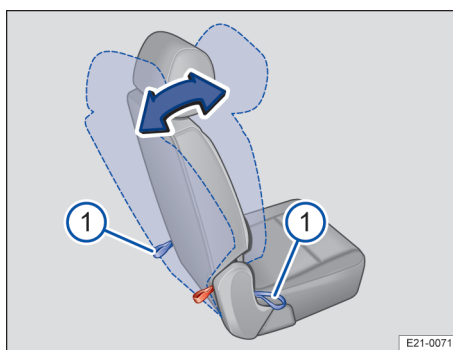

Fig. 64 Al doilea rând de scaune: Reglarea înclinării spătarului.
1. Apăsați cu o mână pe spătarul unui loc individual sau pe bancheta cu două locuri și, simultan, cu mâna cealaltă, trageți chinga corespunzătoare → fig. 64 ①.